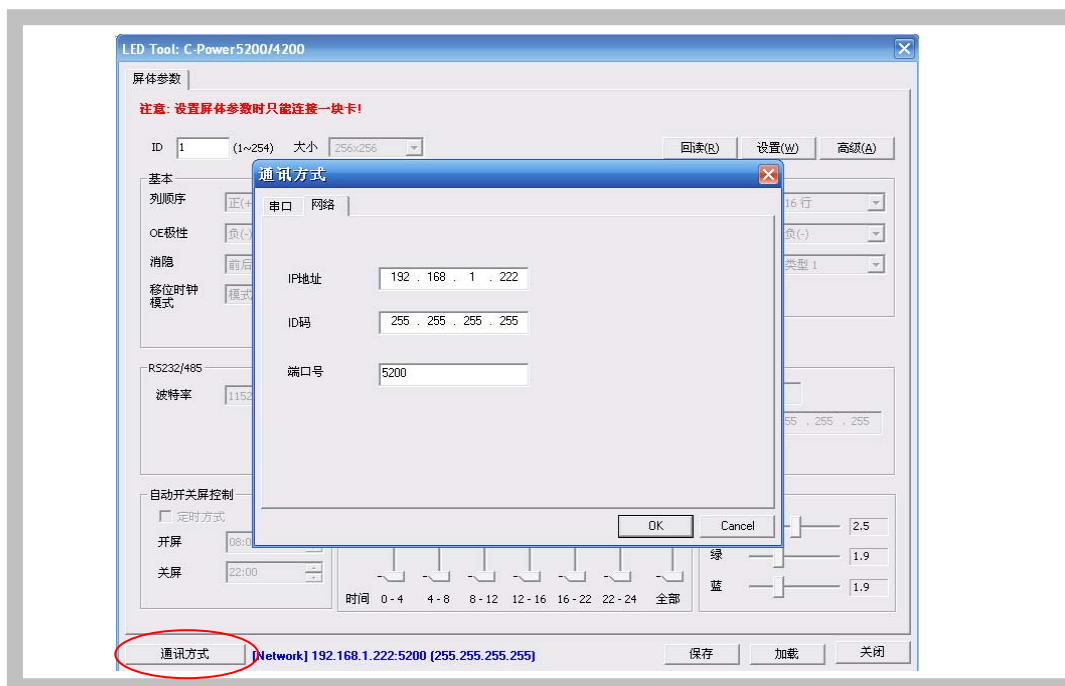

图7 LedTool通信方式选择网口
- 如果使用网口进行设置，则在弹出的“通信方式”对话框的“网口”页面，输入控制卡的IP地址、ID码（识别码）和端口号等信息¹（如图7所示）。